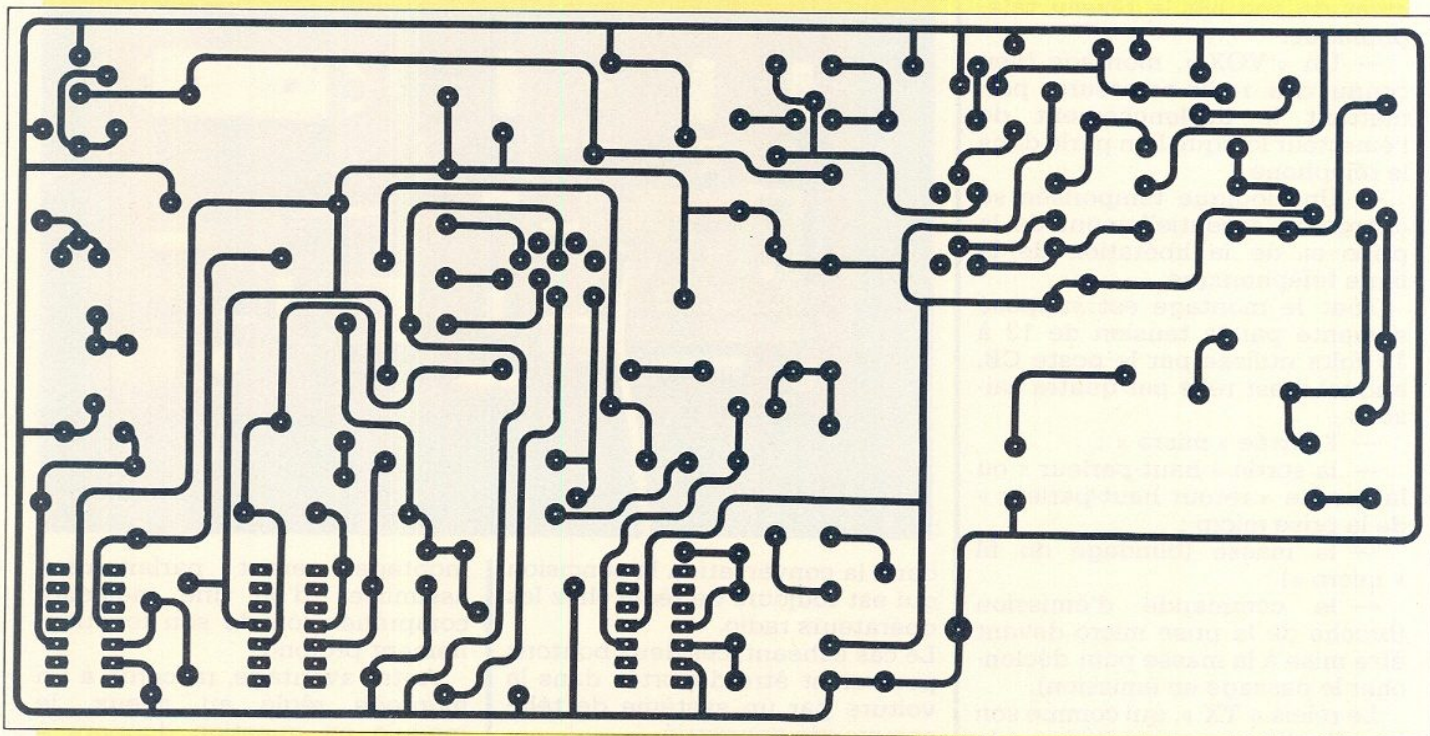

Figure 2
**L**e circuit imprimé de la **figure 2** reçoit la totalité des composants du montage, à part les deux boutons-poussoir d'ailleurs facultatifs (mais bien pratiques pour les réglages...)